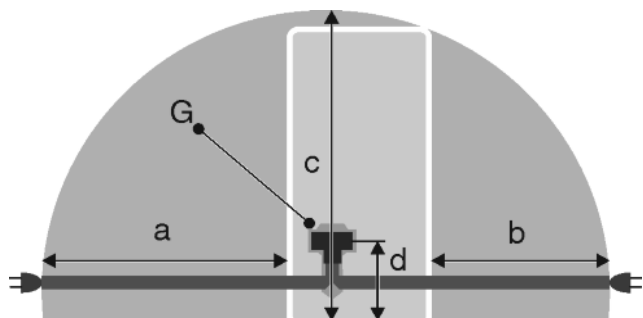

Fig. 52
- Zásuvka leží mimo oblast zadní stěny spotřebiče v dané oblasti Fig. 52 (a, b, c).
- Zástrčku spotřebiče Fig. 52 (G) zastrčte na zadní straně spotřebiče. Dávejte pozor na správné zaklesnutí.